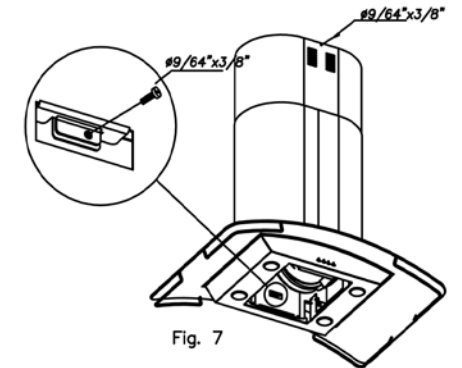

Fig. 7
• Fixer le tube extérieur inférieur à la partie basse de la hotte au moyen de deux vis (Fig. 7).